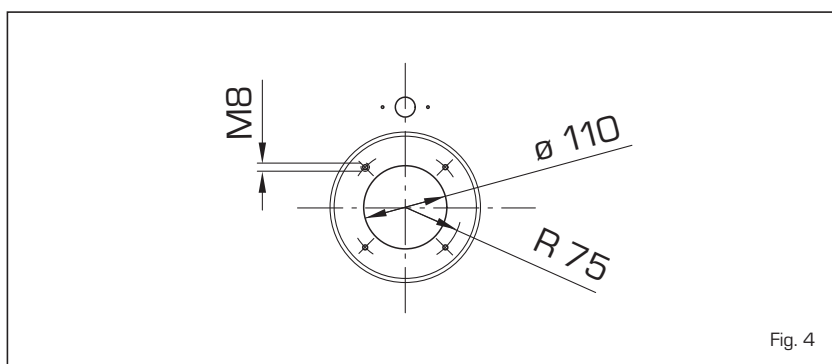

Fig. 4
1.7.3 Montaggio del bruciatore (fig. 4)
La porta della caldaia è predisposta per il montaggio del bruciatore (fig. 4).